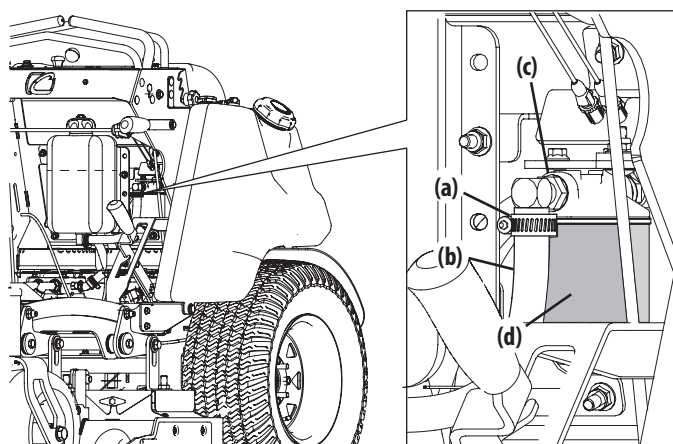

Figure 27
2. Desserrez le collier de serrage (a) qui fixe le tuyau d'huile de transmission (b) à l'ensemble du filtre à huile de transmission (c) (Figure 27).
5. Si nécessaire, procédez comme suit pour remplacer le filtre à huile (Figure 27) :
7. Serrez le collier de serrage (a) qui fixe le tuyau d'huile de transmission (b) à l'ensemble du filtre à huile de transmission (c) (Figure 27).